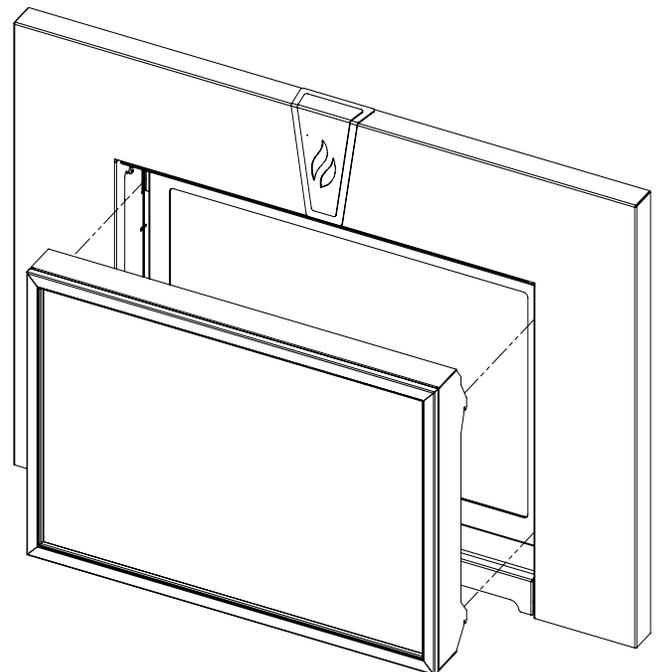

Figure 46: Installation Ecran de sécurité sur les supports
2. Soulevez le visage debout devant la cheminée avec les quatre (4) crochets pointant vers la cheminée. Faites glisser les crochets dans les supports correspondants sur chaque côté de l'armoire (voir figure 46). Se assurer que les crochets sont sécurisés avant de libérer l'écran de sécurité.